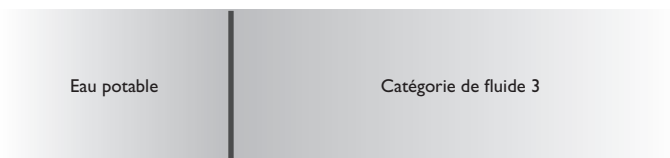

Fig. 6
2.4 LES PAROIS DE SÉPARATION (fig. 6) :